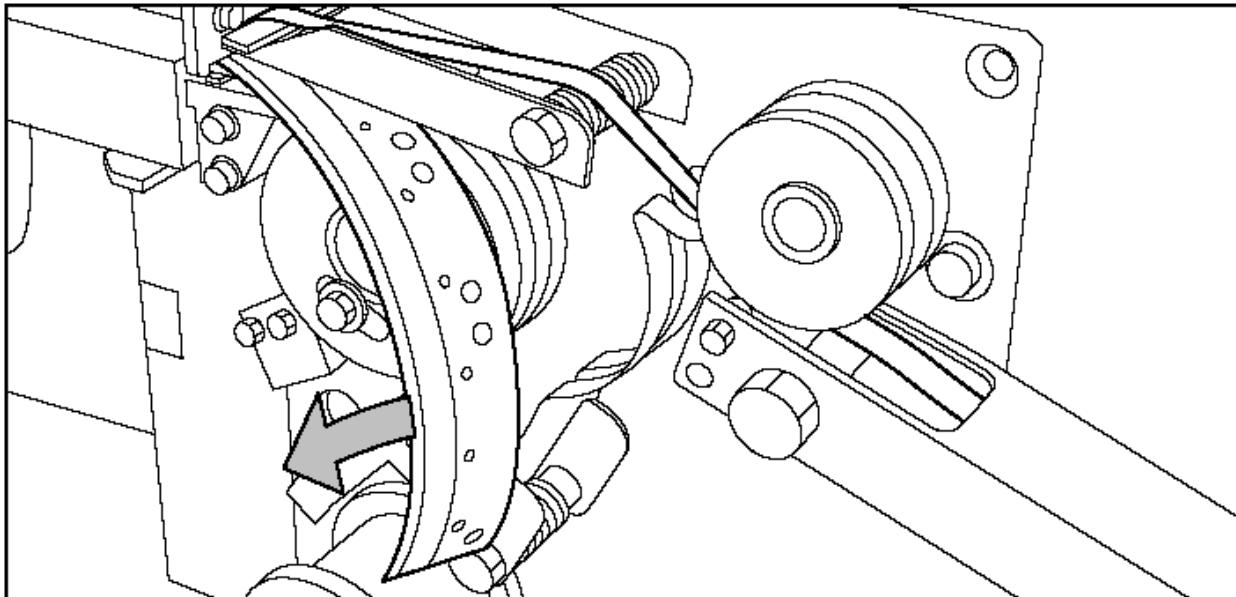

Рисунок 155. Удаление самоклеящейся ленты
- Удалите всю самоклеящуюся ленту между роликами и ножами (смотрите рисунок 155).